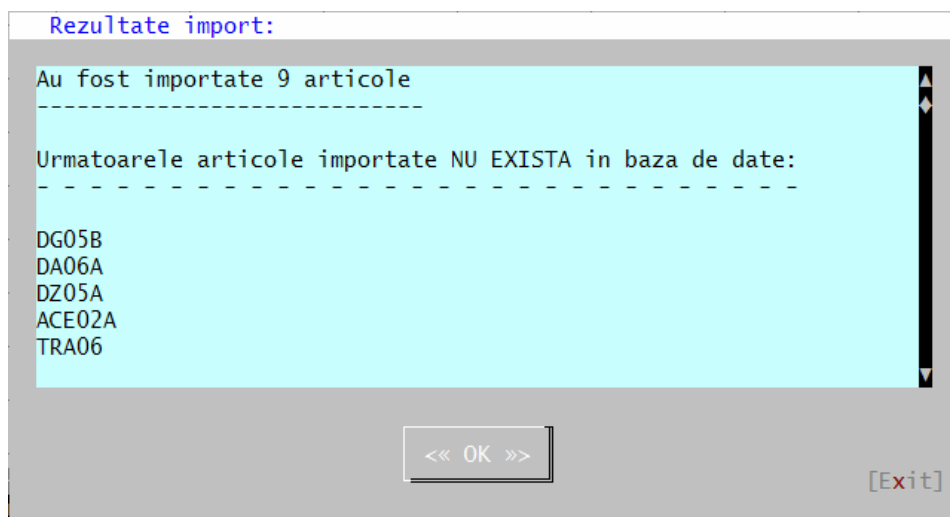

Figura 5.07 – Randamentul importului din antemasurătorile introduse manual poate fi sub așteptari
**Observatie:** in cazul de față, doar patru articole de deviz din nouă fac parte din baza de date X-DEV, restul având codurile incomplete/incorecte (figura 5.07). Aceasta situatie este întâlnită frecvent la antemăsurătorile introduse manual.